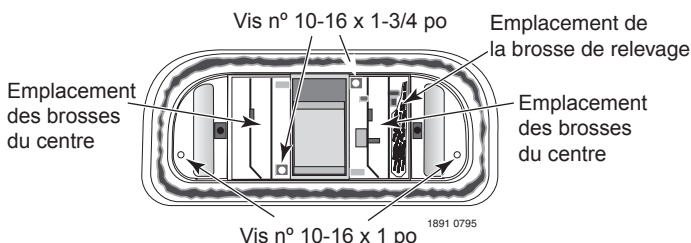

Figure 33
8. Reposer le corps inférieur dans le protecteur. Faire tenir la tête du nettoyeur en place à l'aide des 4 vis (2 longues, 2 courtes - Figure 33).